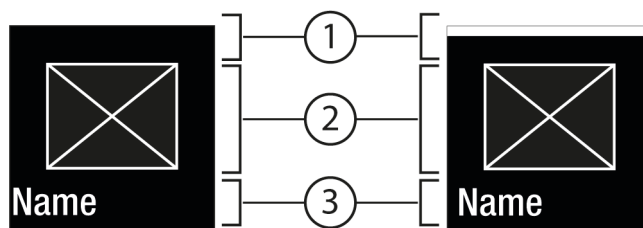

Fig. 6
- Nieuwe waarde instellen: Met bevestigen Fig. 5 (2) een gedeactiveerde waarde Fig. 6 (1) selecteren.
- Terug naar het menu: Met bevestigen Fig. 5 (2) de al geactiveerde waarde Fig. 6 (2) selecteren.
- ▷ Status: geactiveerd Fig. 6 (1) wordt kort op het submenu Fig. 7 (4) weergegeven.